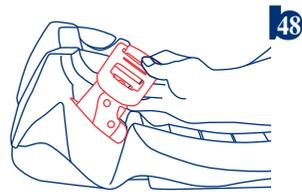

Fig. 48-1
15.3.3) Retire los conectores LATCH de su posición de almacenamiento dentro de la base (Fig. 48-1). Coloque la Base en la posición orientada hacia atrás en un asiento orientado hacia adelante de **un vehículo como se muestra en la figura 48-3. El niño debe estar de cara hacia la parte trasera del vehículo y el Asiento de Seguridad debe estar colocado en un asiento de vehículo que esté orientado hacia el frente.**